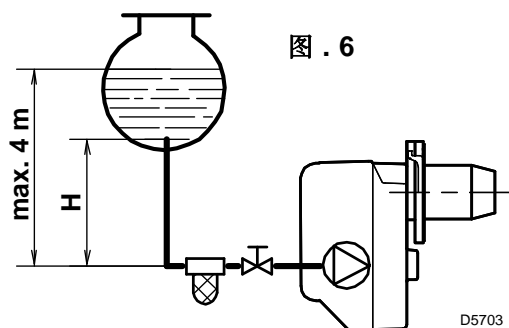
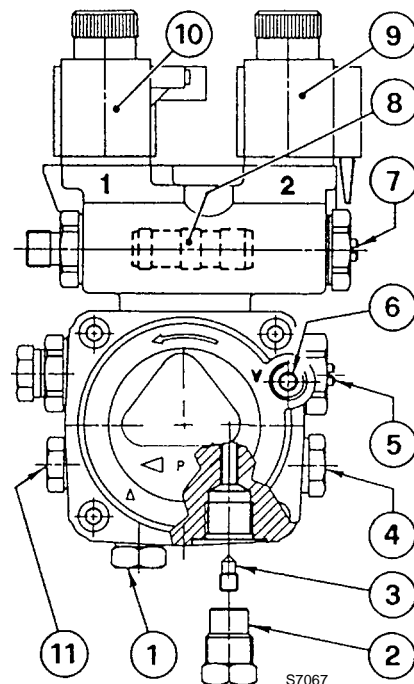

图 . 6
图 . 7
- 设计时泵是按双管运行的。如单管运行，须拧下回油螺钉 (2)，拧下旁路螺钉 (3) 再拧紧螺钉 (2)。(参见图 . 7)。
在图 . 6 所示系统中，松开油压表接口螺钉 (6, 图 . 7) 直到有油流出就可以了。